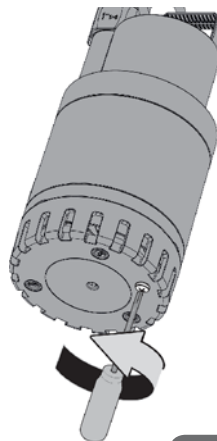

Fig. 9
- Skruva loss fästskraven på filtret (fig. 9) på de modeller som är försedda med denna skruv.
- Skruva loss fästsruven på filtret (fig. 9) på de modeller som är försedda med denna skruv.